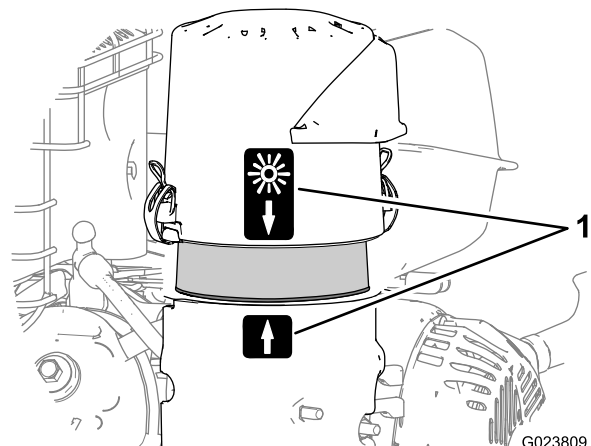

Figura 72
5. Alinee la pegatina de la flecha de la tapa del limpiador de aire con la pegatina de la flecha de la base (Figura 72).